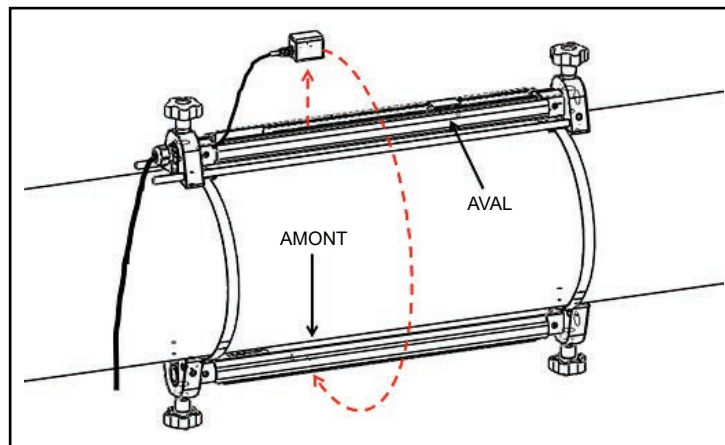

Figure 20 : Déplacement du transducteur en amont
- b. Retirez le transducteur en amont du premier dispositif (voir la figure 20 ci-dessous). Débranchez le câble du transducteur et faites-le passer dans le deuxième dispositif.